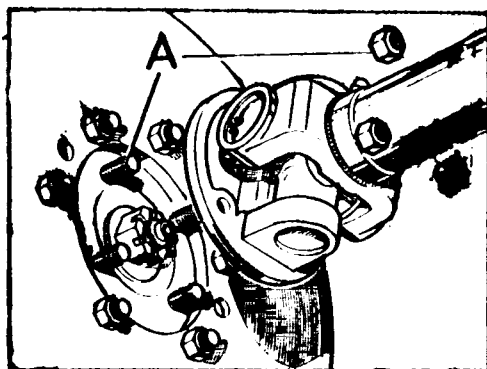

Fig. C-14 Arbol de transmisión para -
1.3. Extraer las tuercas, A (Fig. C-14), del árbol de transmisión trasero y desplazarlo para dejar libre la caja de velocidades.
- 1.2. Desconectar el árbol de transmisión trasero (Fig. C-14), y desplazarlo para dejar libre el freno a la transmisión.
- 1.2. Desconectar el cable del velocímetro, C (Fig. C-14) soltando los tornillos, A.